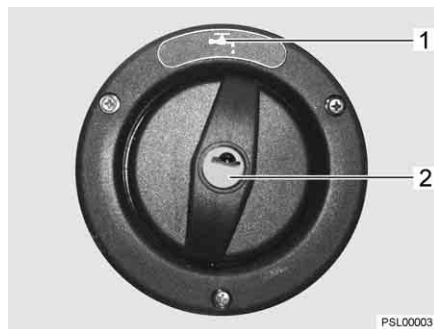
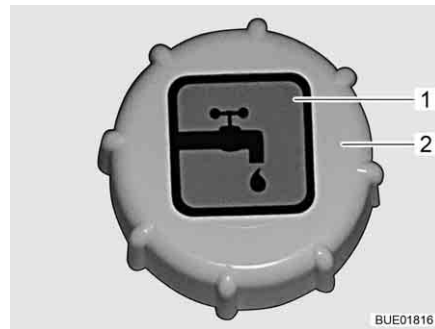

Fig. 71 Couvercle de fermeture pour bec de remplissage d'eau potable (Viseo)
Fig. 72 Couvercle de fermeture pour bec de remplissage d'eau potable (Elegance)
- ▷ Le bec de remplissage d'eau potable est désigné par le symbole "🚰" (Fig. 71,1 ou Fig. 72,1).
L'ouverture et la fermeture du couvercle de fermeture (Fig. 71,2 ou Fig. 72,2) sont décrites au paragraphe 10.2.